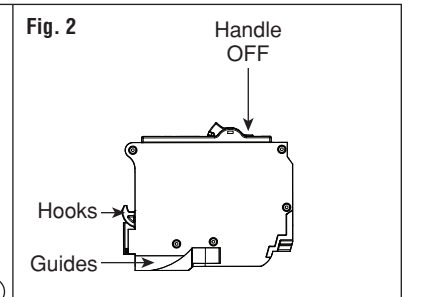
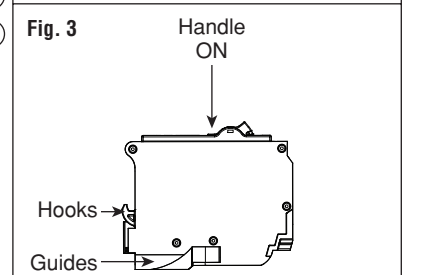

Fig. 2 Handle OFF
Fig. 3 Handle ON
4. Place handle of the AFCI/GFCI branch circuit breaker to the OFF position (*see fig. 2*). **NOTE:** The circuit breaker **CAN NOT** be switched to the ON position until the installation is complete and power is supplied to the unit. **NOTE:** Leviton AFCI/GFCI branch circuit breakers contain a Reset Lockout feature that will prevent putting the breaker in the ON position if the AFCI/GFCI cannot pass its internal test, indicating that it may not be able to provide protection in the event of a ground fault.
3. Place handle of the AFCI/GFCI branch circuit breaker to the OFF position (*see fig. 2*), then place the handle to the ON position (*see fig. 3*).
4. Mettre le levier du DDAA/DDFT à la position OFF (fig. 2). **REMARQUE : NE PAS** mettre le disjoncteur à ON avant que l'installation soit terminée et que son alimentation ait été rétablie. **REMARQUE :** les DDAA/DDFT de dérivation de Leviton ont une fonction de verrouillage qui empêche de mettre leur levier à ON si leur mécanisme de vérification interne détecte la possibilité qu'ils ne puissent pas couper le courant en cas de fuites à la terre.
3. Mettre le levier du DDAA/DDFT à la position OFF (fig. 2), puis à la position ON (fig. 3).